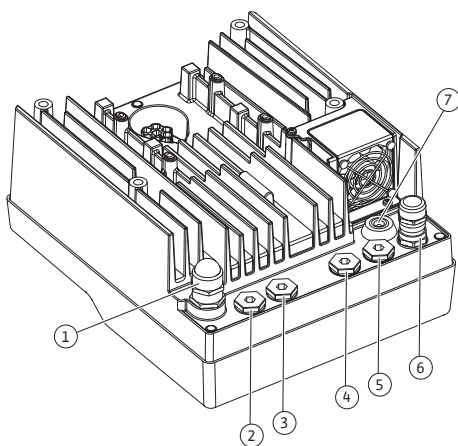

Fig. 23: Kaabli keermesühendused/kaabliühendused (0,37 kW ... 7,5 kW)
Elektroonikamoodulil (Fig. 23) asub kuus kaabliühendust klemmiruumi. Elektriventilaatori pingearustuskaabel on tehases elektroonikamoodulile paigaldatud. Järgida tuleb elektromagnetilise ühilduvuse nõudeid.
4. Juhtige ühenduskaabel läbi M25 kaabli keermesühenduse (Fig. 23, pos. 1, 0,37 kW ... 7,5 kW puhul).